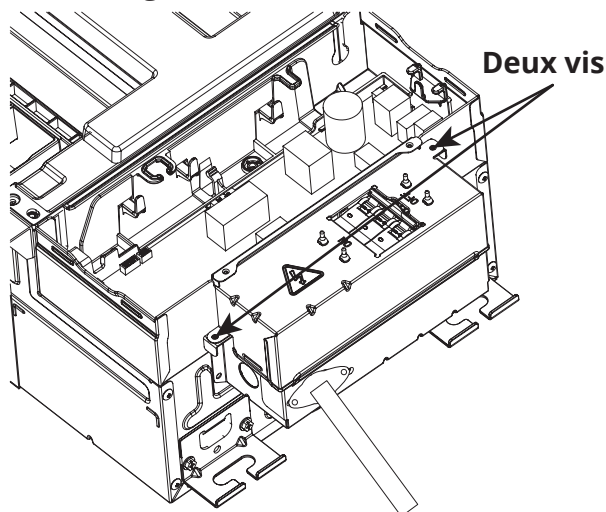

Figure 5.12
5. Réinstallez le couvercle du disjoncteur avec les deux vis que vous avez retirées précédemment (voir la **figure 5.12**).